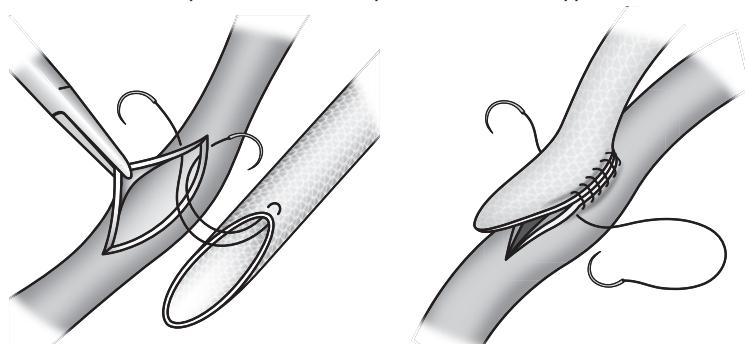

Fig. 5
2. Il polipropilene monofilamento è il materiale di sutura da preferire. Durante la sutura, rovesciare i bordi della protesi e verificare che l'intero spessore della parete e un occhiello della mesh siano ripresi da ciascun punto. Fig. 5. Si consiglia di utilizzare solo aghi non taglienti in fase di sutura.